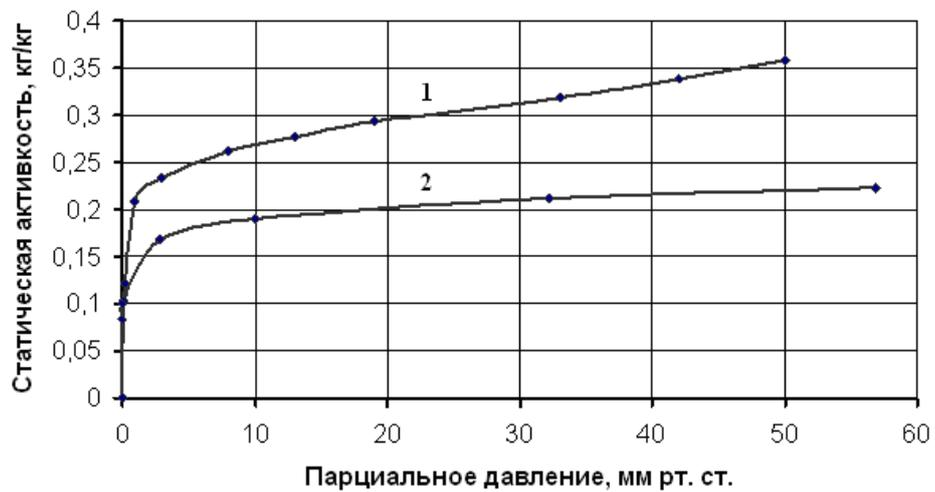

Рис. 2. Изотерма адсорбции бензола (кривая 1) и заданного вещества (кривая 2).
7. Подставляем полученные значения давления насыщенных паров бензола и заданного вещества и коэффициента аффинности β в формулу (3) и находим парциальное давление пара заданного вещества.
8. Итак, в результате выполнения пунктов 4÷7 мы получили два значения: парциальное давление заданного вещества в паровой фазе (фактически это концентрация!) и активность угля при этой концентрации. Эти значения заносим в таблицу, аналогичную таблице (3).
9. Берём вторую строку таблицы (3) и возвращаемся к пункту 4 Алгоритма. И так десять раз – пока не дойдём до последней строки таблицы. По полученным данным строим изотерму адсорбции заданного вещества на одном графике с бензолом. Должно получиться что-то похожее на рис. 2. График можно строить любым удобным способом: на миллиметровке, средствами Excel и т.д.